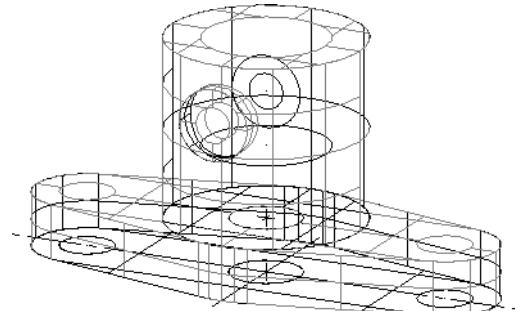

图 6-146 创建凸台圆孔
⑯ 创建凸台圆孔。绘制一个圆心坐标为(0, 20, 13)、半径为 2 的圆；单击“曲面”工具栏中的“修整至曲面”按钮 F 右边的三角下拉按钮，在弹出的下级菜单中单击“修整至曲线”按钮 E ，选取圆柱体与凸台相交的表面和凸台端面并按回车键。再选取直径为 4 的圆，并单击“串连选项”对话框中的“确定”按钮，系统会提示指出保留的区域，移动光标箭头单击圆外的曲面，操作结果如图 6-146 所示。